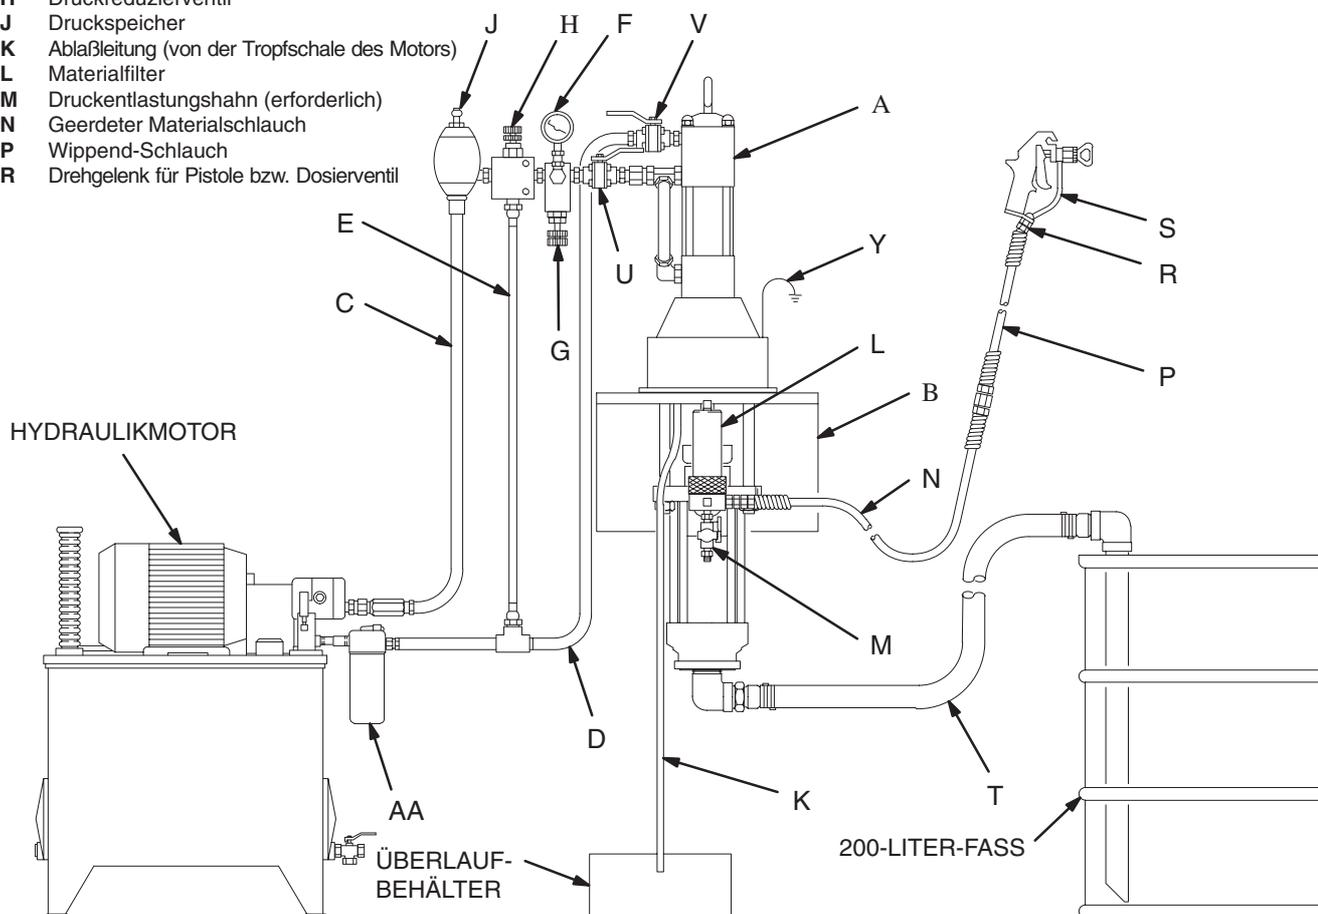

Abb. 4
Abb. 4 stellt nur eine Hilfe für die Auswahl und den Einbau von Systemkomponenten und Zubehörteilen dar. Ihr Graco-Händler hilft Ihnen gerne bei der Zusammenstellung eines Systems, das Ihren jeweiligen Anforderungen entspricht.
Die Montage der Pumpe (A) muß der geplanten Installation des Systems entsprechen. Abb. 4 zeigt ein System, das auf einem fahrbaren Wagen montiert ist. Für Pumpenabmessungen und Montagebohrungen siehe Seite 36 und 37.
**Bei der Hydraulikzufuhrleitung (C)** die folgenden Zubehörteile an den in Abb. 4 gezeigten Stellen installieren und bei Bedarf Adapter verwenden:
- **Ein Startventil (U)** zum Isolieren der Pumpe bei Wartungsarbeiten.
- **Ein Materialdruck-Manometer (F)** zur Überwachung des Hydrauliköldrucks in der zum Motor führenden Leitung und zur Vermeidung einer zu hohen Druckbeaufschlagung von Motor oder Unterpumpe, sowie einen **druck- und temperatenausgleichenden Durchflußregler (G)**, um den Motor vor zu hohen Drehzahlen und somit vor einer Selbstbeschädigung zu schützen.
- **Ein Druckreduzierventil (H) mit einer Abableitung (E)**, die direkt in die Hydraulik-Rücklaufleitung mündet (D).
- **Ein Druckspeicher (J)** zur Reduzierung der durch die Richtungsumkehr des Motors verursachten Pulsation.
- **Ein Startventil (V)**, das die Pumpe für Wartungsarbeiten isoliert.
- **Ein Filter (AA)** mit 10 Mikron (400 Mesh).
Die folgenden Zubehörteile an den in Abb. 4 gezeigten Stellen installieren und bei Bedarf Adapter verwenden:
- **Einen Materialfilter (L)** mit einem 60 Mesh (250 Mikron) Element aus Edelstahl zum Filtern von Partikeln aus dem Material, wenn dieses aus der Pumpe austritt. Der Filter enthält einen **Druckentlastungshahn (M)**, der im System zum Entlasten des Drucks in Schlauch und Pistole benötigt wird (siehe **WARNUNG** links).
- **Eine Pistole oder ein Dosierventil (S)** zum Verteilen des Materials. Die in Abb. 4 gezeigte Pistole ist eine Airless-Spritzpistole für Materialien mit leichter bis mittlerer Viskosität.
- **Ein Pistolendrehgelenk (R)** gibt der Pistole mehr Bewegungsfreiheit.
- **Ein Ansaugsatz (T)** ermöglicht es der Pumpe, Material aus einem 200-Liter-Faß anzusaugen.
1. Siehe Abb. 4 auf Seite 10. Den Ansaugsatz (T) mit dem Materialeinlaß der Pumpe verbinden und das Rohr in das anzusaugende Material geben.
3. Die Startventile in der Zufuhrleitung (U) und in der Rückleitung (V) müssen geschlossen sein.
5. Metallteil der Pistole/des Dosierventils (S) fest gegen die Seite eines geerdeten Metalleimers drücken und den Abzug geöffnet halten.
6. *Zuerst* Startventil der Rückleitung (V), dann langsam das Startventil der Zufuhrleitung (U) öffnen.